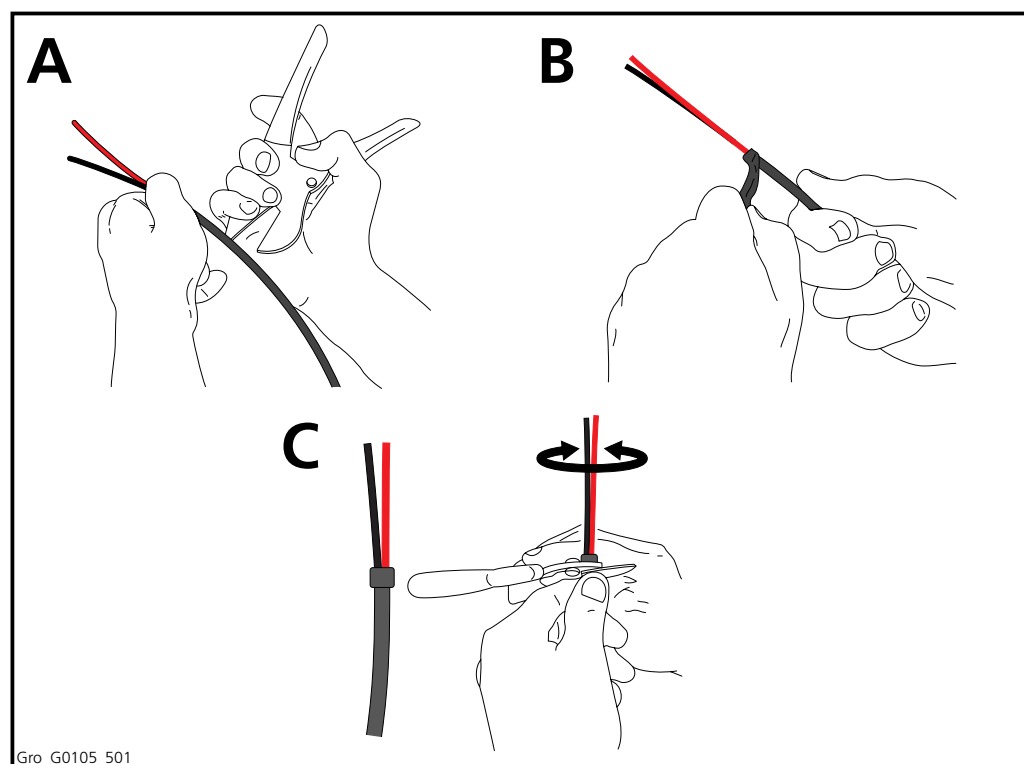

Fig 5.2 Eliminazione della guaina esterna
4. Determinare la lunghezza totale richiesta da ogni singolo condotto lubrificante del tubo multiplo (in poliammide) e rimuovere una porzione della guaina esterna corrispondente a questa lunghezza (Fig 5.2, A/B). Nel fare ciò, prestare attenzione a non danneggiare i singoli condotti lubrificanti presenti nella guaina. La parte esposta del condotto lubrificante multiplo deve avere lo stesso aspetto di quanto indicato nell'illustrazione Fig 5.2, C.